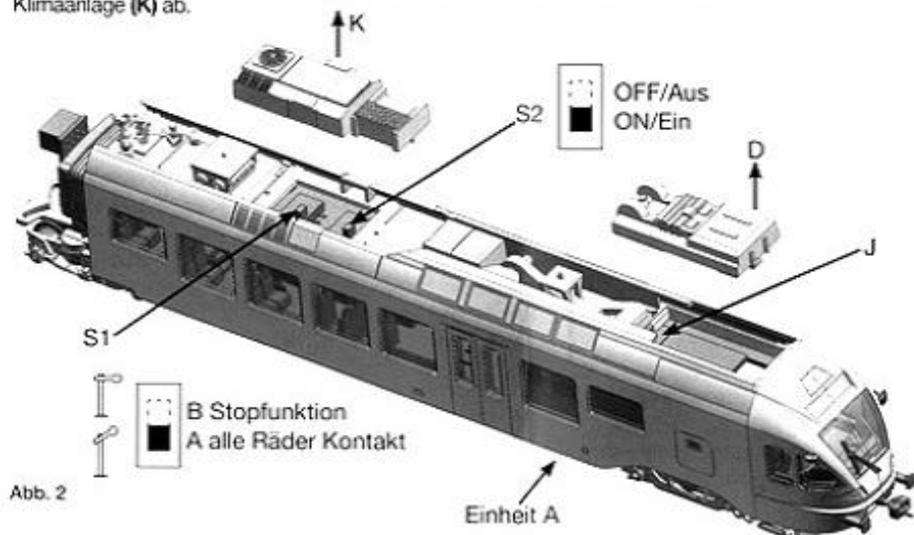

Abb. 2
Das Modell des FLIRT hat eine 6 + 2-polige Decoderschnittstelle (J). Sehen Sie dazu **Abb. 2** Wageneinheit **A**. Die eingebaute Schnittstellen-Platine trägt die Schaltung für die Stop-Funktion. Wenn Sie auf Digitalbetrieb durch Einbau eines Decoders umstellen, so ist die Stop-Funktion ausser Betrieb. An der Schnittstelle lassen sich 6-polige Decoder nach NEM 651 durch einfaches Einstecken montieren. Dazu muß vorher die Schnittstellenplatine entfernt werden. Den Decoder selbst stecken Sie bitte in die mittleren 6 Buchsen. Die beiden äußeren Steckplätze bleiben frei.
Das Modell ist in der Grundeinstellung so geschaltet, dass die Stromabnahme über alle Räder erfolgt. Wenn Sie im Blockstreckenbetrieb fahren oder in einem Sackbahnhof automatisch stoppen wollen, so schalten Sie bitte den Schalter S1 auf Stop-Funktion. Sehen Sie dazu bitte Abb. 2. Diese Funktion ist nur im Gleichstrombetrieb möglich. Die eingebaute LED-Innenbeleuchtung ist in der Grundeinstellung eingeschaltet. Mit dem Schalter S2 schalten Sie die Innenbeleuchtung wahlweise aus oder ein. Diese zwei Schalter befinden sich auf der Hauptplatine direkt unter dem Dach der Wageneinheit A. Zum Bedienen dieser Schalter heben Sie bitte das Teil der Klimaanlage (K) ab.